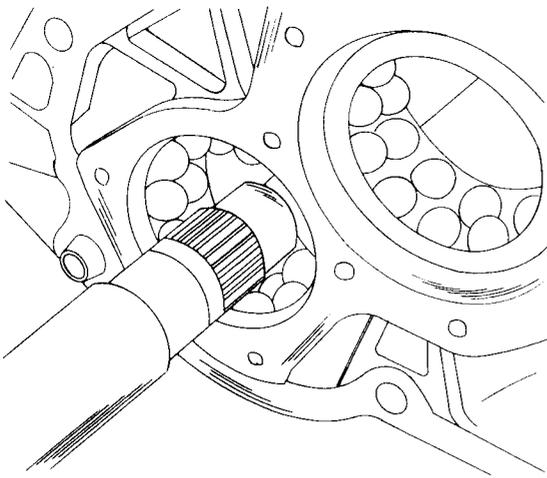

Bild 121
- Welle in das Lagerschild einschieben (Bild 121) und, nachdem sie einwandfrei sitzt, den zweiten Lagerlaufing von der gegenüberliegenden Seite über die Welle und gegen die Lagerkugeln anlegen.